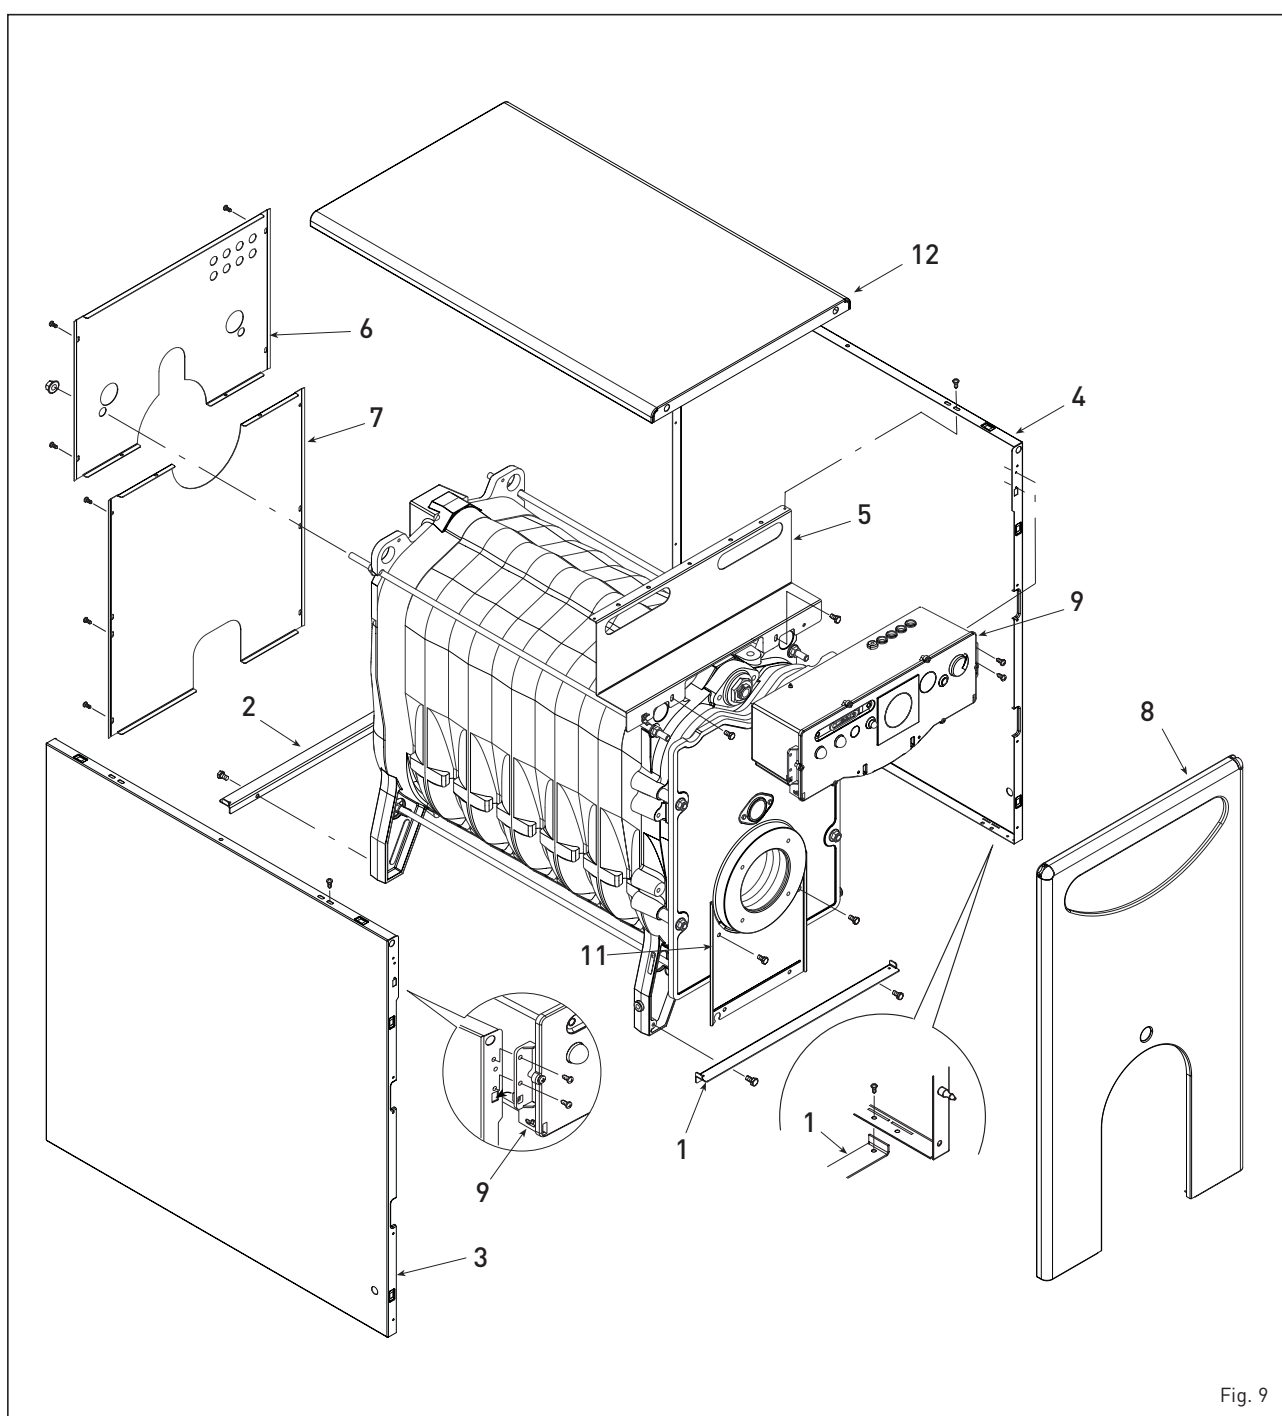

Fig. 9
3.3.3 Démontage de la jaquette (fig. 9)
Le démontage de la jaquette de la chaudière doit être réalisé selon le déroulement ci-dessous indiqué (fig. 9):